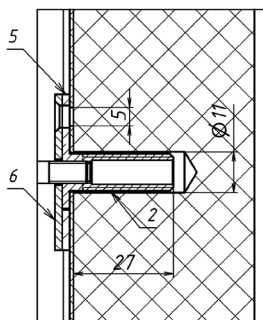

Рисунок 3
2.3 При монтаже якоря без сверления полотна двери насквозь применяют фиксатор (5) и упор (6) (рисунок 3). Для крепления упора, фиксатора, кожуха и болта M10 на полотне двери используются саморезы (в комплект поставки не входят).